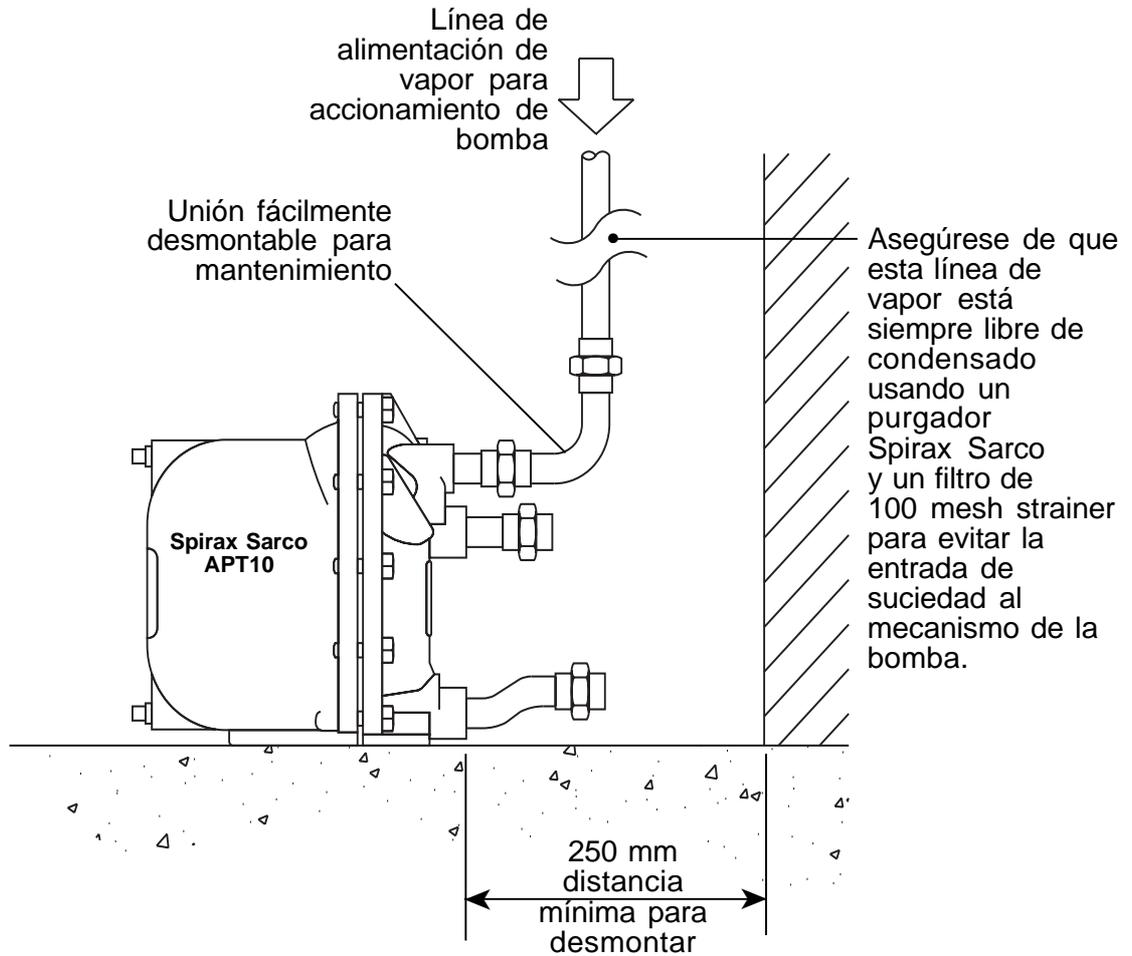

Fig. 10 Conexión sugerida de las tuberías de alimentación de vapor y de salida.
3.3 Conexiones (vea el diagrama de instalación Fig. 10)
4.1 Después de comprobar que las conexiones de entrada y salida están de acuerdo con la Fig.10/11, abra despacio la línea de vapor vivo para dar presión a la APT10. Asegúrese de que la línea de escape/descarga está abierta y no tiene obstáculos.